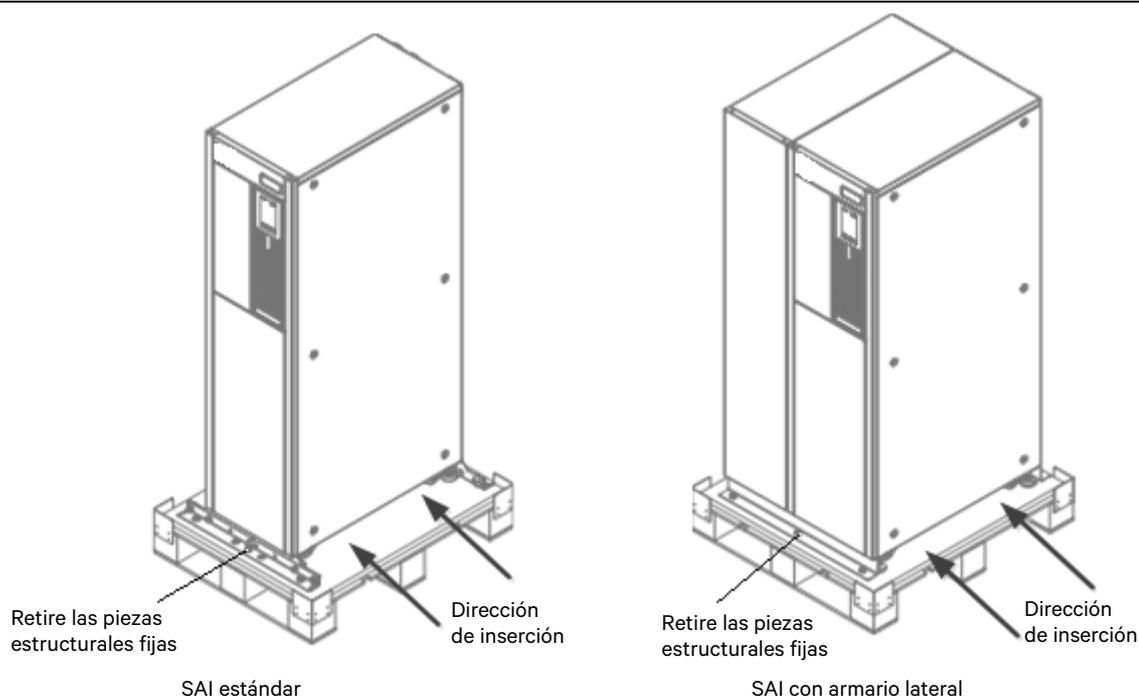

Figura 2-2 Retirada del palé inferior
2. Retire las piezas estructurales fijas del palé inferior (véase la Figura 2-2), no las tire. A continuación, utilice la carretilla (inserción de las horquillas en los puntos que se muestran en la Figura 2-2) para mover el armario cerca del lugar de instalación.